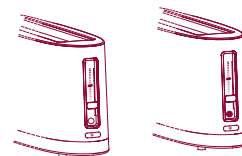

Fig. 8
- 4 Premete il tasto DEFROST ❄️: la luce integrata si accende (fig. 8).